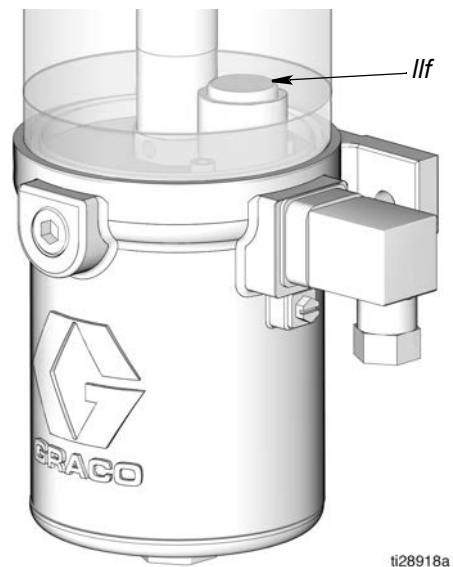

图 10: 完全移到下部位置的低液位浮球
分配机油时，低液位浮球开始向下移动。当液箱中的机油达到低液位时，完全移到下部位置的低液位浮球（如图 10 所示）靠近常开低液位开关，同时低液位信号会发送至润滑控制器 (J)。